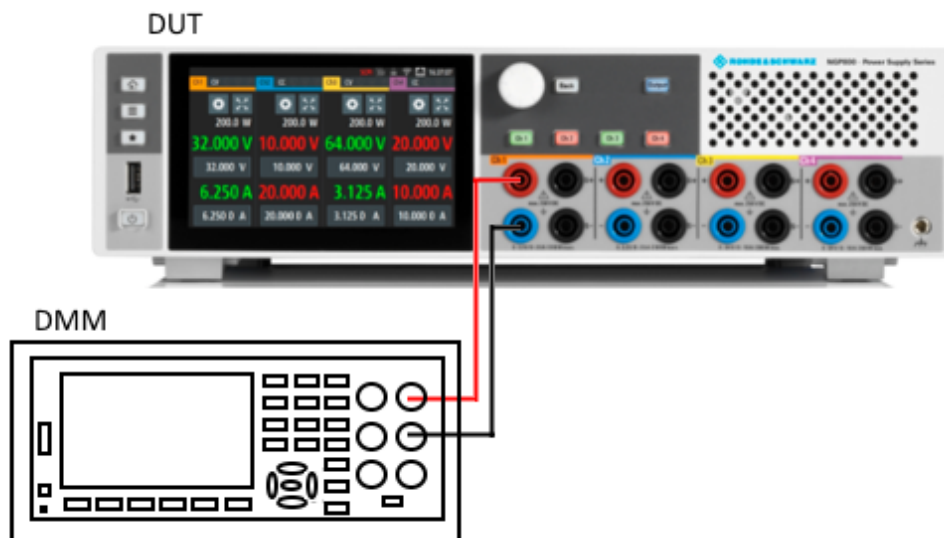

Рис. 6-40: Установка для регулировки напряжения
См. подразделы рис. 6-40 и рис. 6-41.
4. В зависимости от типов регулировки (напряжение или ток) настройте приборы, показанные на рис. 6-40 или рис. 6-41.